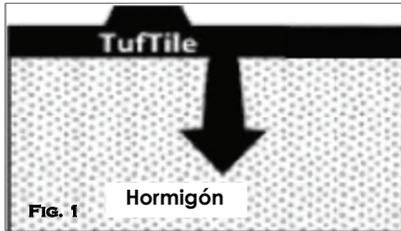

FIG. 1
2. Despacio y con cuidado ubique la baldosa en el hormigón empezando por un lado y continuando hasta que la baldosa entera sea uniforme con la superficie. (Fig. 1) **IMPORTANTE: No se pare encima de la baldosa durante la instalación.** Para el Radio o las Baldosas Conectadas, vea la caja más abajo.